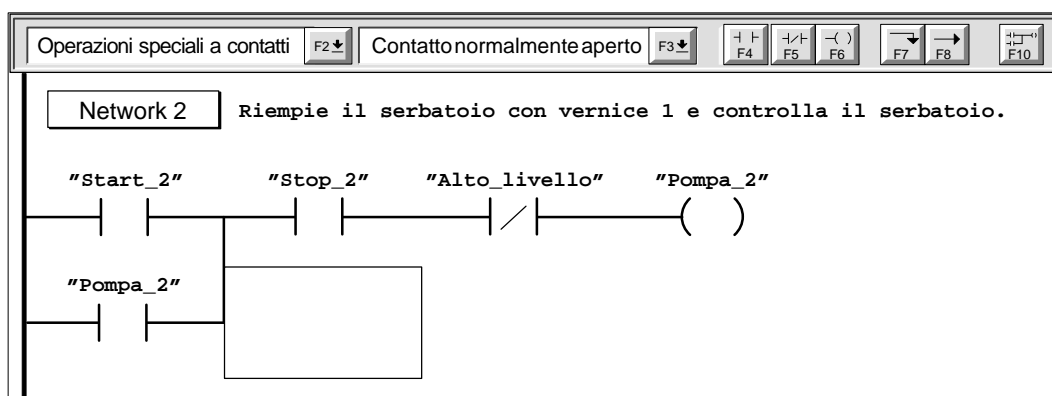

Figura 4-12 Introduzione del secondo segmento
2. Digitare nel campo di commento al segmento il commento riportato alla figura 4-12. (Essendo il commento associato al segmento 2 quasi identico a quello associato al segmento 1, l'utente potrà anche selezionare e copiare il testo dal Network 1 ed incollarlo nella casella del commento di Network 2, modificando il numero di vernice da 1 a 2).
3. Ripetere i passi compiuti per introdurre gli elementi del segmento 1, utilizzando i nomi simbolici riportati alla figura 4-12.